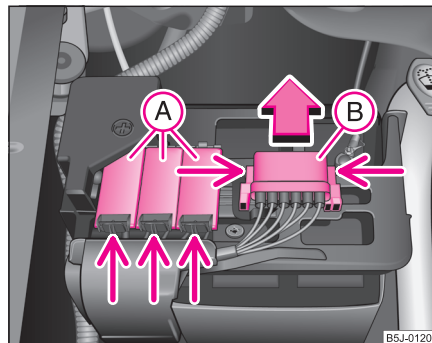

Fig. 181 Bateria:
- Apăsați elementele de fixare ale capacului suportului de siguranțe (A) ⇒ pagina 252, fig. 181 și deschideți capacul.
- Concomitent apăsați elementele de fixare ale capacului suportului de siguranțe (B) și împingeți capacul în sensul indicat de săgeată.
- Unele autovehicule sunt prevăzute numai cu capacul (B) ⇒ pagina 252, fig. 181. ■